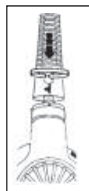

Fig.2
Terminato il lavoro o dovendo cambiare l'accessorio, ruotare il terminale lungo (12) in senso antiorario ed estrarlo. (Fig. 2)